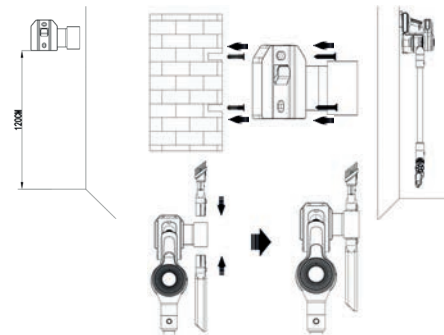

Рис. 1
- Закрепить пластиковое настенное крепление (16) при помощи входящих в комплект саморезов и дюбелей (рис. 1). Установить на крепление пылесос и дополнительные насадки (13, 14).